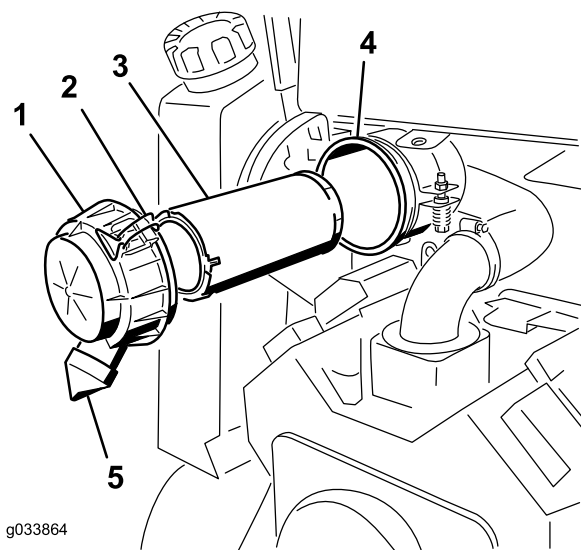

Bild 33
Wichtig: Warten Sie den Luftfilter nur, wenn die Wartungsanzeige rot ist (**Bild 33**). Das frühzeitige Auswechseln des Luftfilters erhöht nur die Gefahr, dass Schmutz in den Motor gelangt, wenn Sie den Filter entfernen.
4. Lösen Sie die Riegel am Luftfilter und ziehen Sie die Abdeckung vom Luftfiltergehäuse ab (**Bild 33**).
1. Schieben Sie den Hauptfilter vorsichtig aus dem Luftfiltergehäuse heraus (**Bild 33**). Vermeiden Sie ein Anstoßen des Filters an der Seite des Gehäuses.
3. Schieben Sie den Hauptfilter vorsichtig in das Filtergehäuse (**Bild 33**). Stellen Sie sicher, dass dieser einwandfrei einliegt, indem Sie beim Einbauen auf den äußeren Rand des Filters drücken.
4. Bringen Sie die Luftfilterabdeckung mit der Seite an, auf der UP gestanzt ist, und rasten Sie die Riegel ein (**Bild 33**).